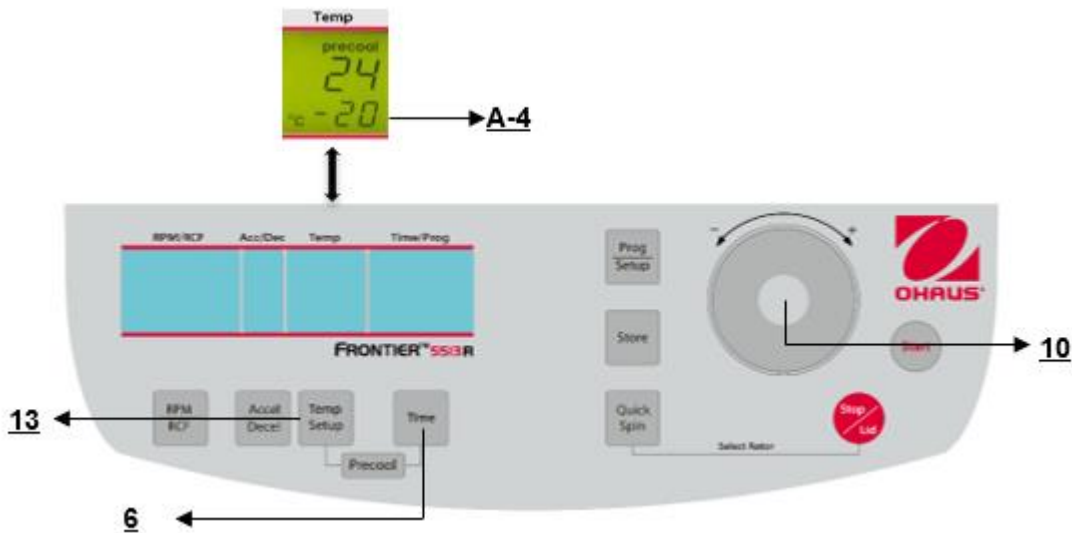

Figura 17
3. La operación continua **"cont"**, que puede interrumpirse con el botón **"Stop/Lid"** (9) (vea la Figura 17).
Si las muestras son sensibles a la temperatura, es útil preenfriar la centrífuga, el rotor y eventualmente los portatubos a la temperatura de trabajo requerida. Por lo tanto, inserte el rotor deseado y preajuste la temperatura respectiva. Al presionar en forma simultánea los botones **"Temp/Setup"** (13) (vea la Figura 17) y **"Time"** (6), inicia la operación. Durante la operación, la unidad selecciona automáticamente una velocidad rotacional que es equivalente al 20% de la velocidad rotacional permitida del rotor respectivo. Después de que se alcanza la temperatura predeterminada, puede salir de la operación de preenfriamiento con el botón **"Stop"** (10). Dependiendo del rotor insertado, el preenfriamiento dura aproximadamente entre 10 y 20 minutos.